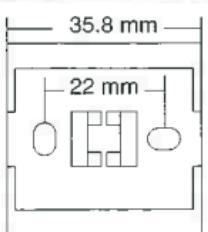

fig. 1
- a parete con basetta plastica (fig. 1) e calotte coprimorsetti in dotazione (IP30).